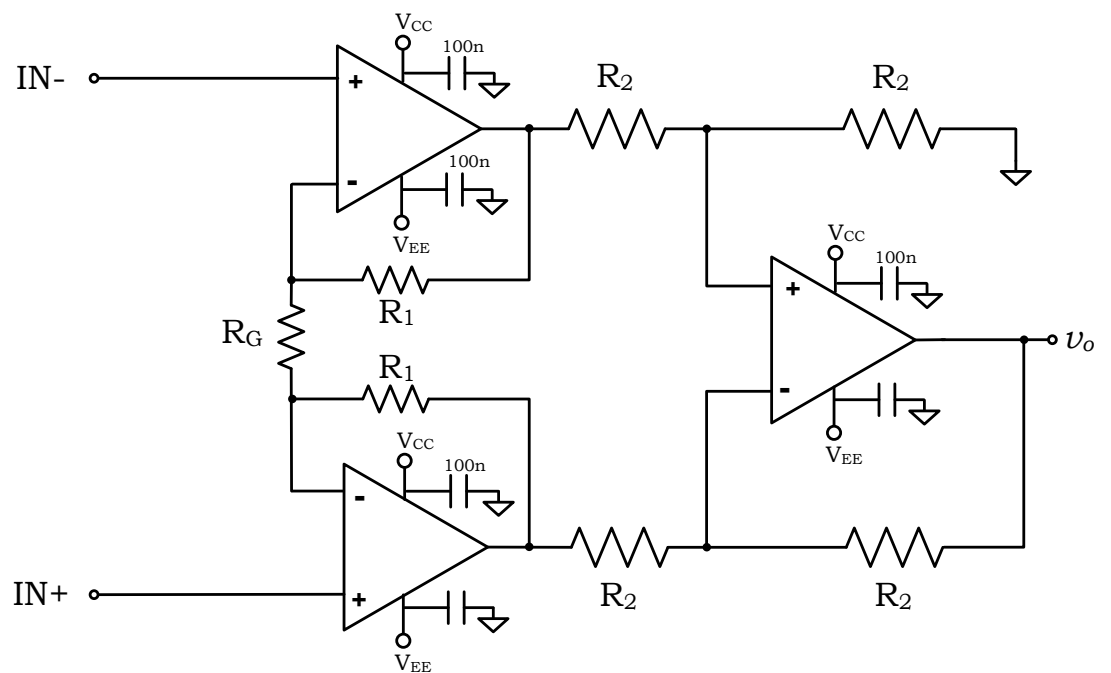

Figura 2 – Amplificador de Instrumentación
- Resistencias para construir un amplificador de instrumentación de ganancia 100 según los cálculos realizados en este estudio (figura 2).